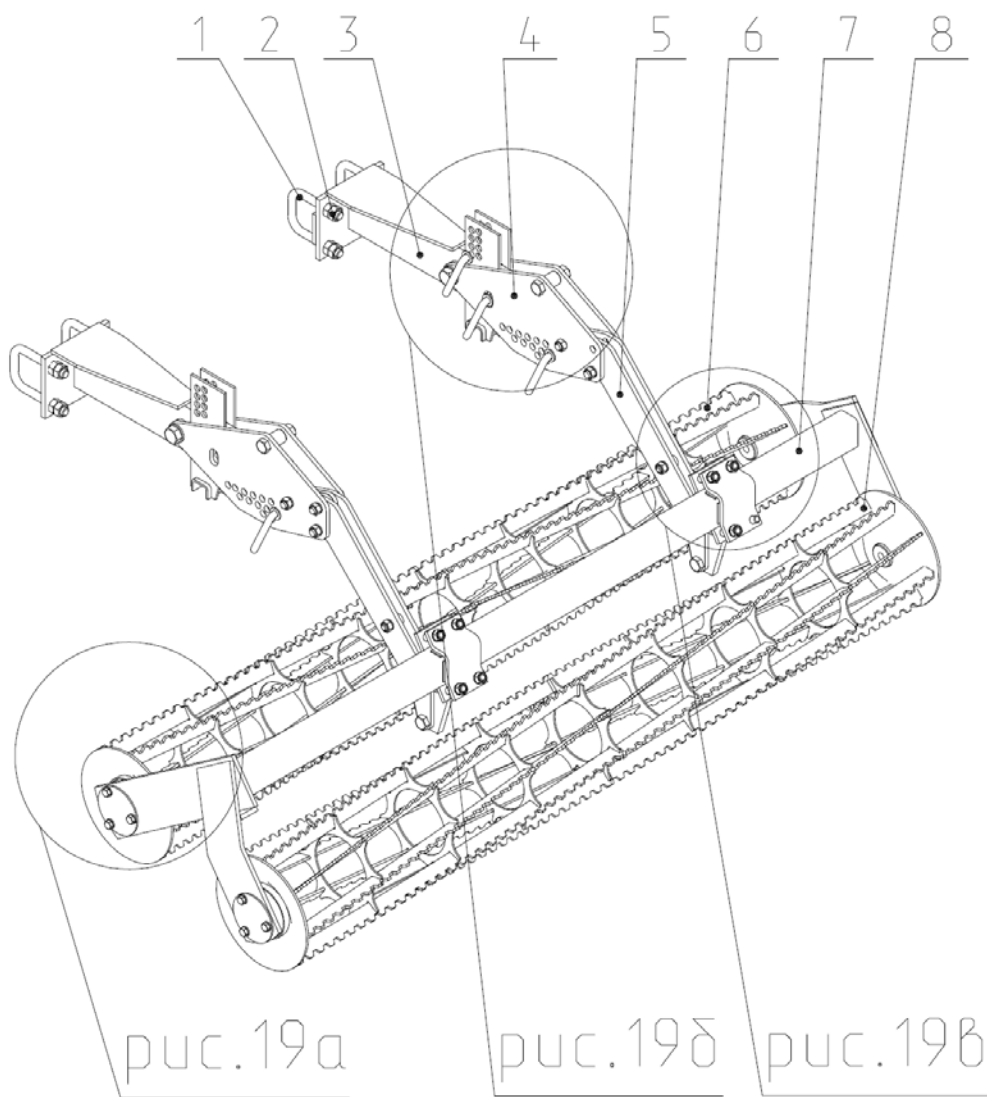

Рис.19 КСП 04.000А Каток прикатывающийся 2-х рядный.
2.22. Катки, прикатывающие КСП 04.000А (Рис.19) состоят из 2-х спирально-планчатых катков 6 и 8 закрепленных на подшипниках 2 (рис.19а) в корпусах 1. Корпуса закреплены специальными винтами 11 в опоре 12. Опора через кронштейны 4 (рис.19), тяги 11 (рис.19б) и шарнирно прикреплена к штангам 3 (рис.19). Штанги при установке на культиваторе закрепляются на задней балке рамы культиватора скобами 1 (рис.19).
Рис. 19а Подшипниковый узел.
Рис.19б Крепление кронштейнов к штанге.
Рис.19в Крепление опоры.